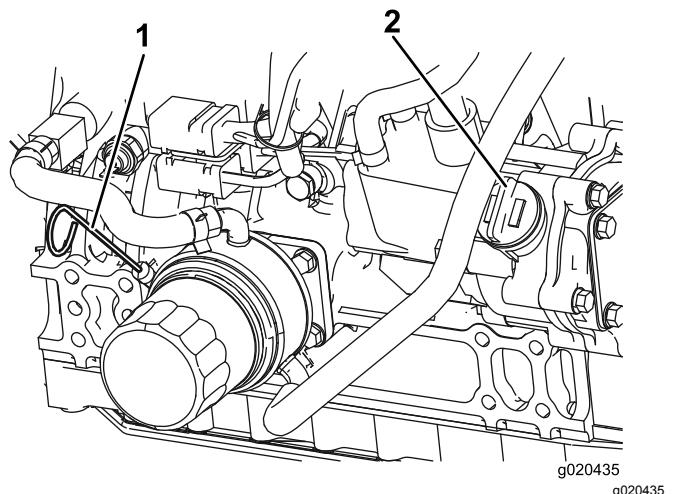

Figura 55
3. Retire la varilla, límpiela, vuelva a colocarla en el tubo y retírela de nuevo. El nivel de aceite debe estar entre las marcas "lleno" y "añadir" (Figura 55).
4. Si el nivel de aceite es bajo, retire el tapón de llenado (Figura 55) y añada suficiente aceite para que llegue entre las marcas "lleno" y "añadir". **No llene demasiado.**